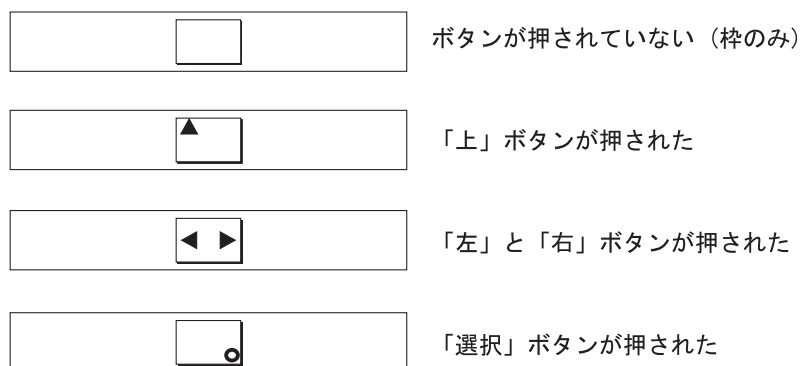

図 37. ボタンを押した場合のフロント・パネル・ディスプレイ
3. 上移動、下移動、左移動、右移動の各ボタンを押して、それらが作動していることを確認します。図 37 では、ボタンを押したときにフロント・パネルに表示される 4 つの例を示しています。ボタンのテストが完了した後、「選択」ボタンを 5 秒間押し続けて、テストを終了します。